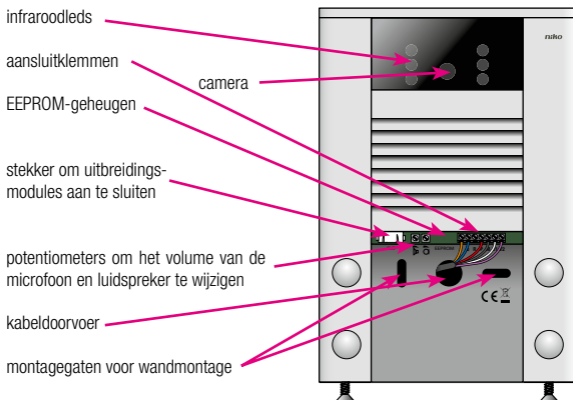

Fig. 2: aansluitklemmen en montagegaten zichtbaar maken
3. Schuif de naamplaat naar onder, zodat de aansluitklemmen zichtbaar worden (fig. 2).
Om de videobuitenpost uit te breiden met meer bedrukknoppen, sluit je één of meerdere uitbreidingsmodules aan op de videobuitenpost. Niko raadt aan om uitbreidingsmodules te nemen die even groot zijn als de videobuitenpost (zie hoofdstuk 6). De uitbreidingsmodules sluit je aan op de videobuitenpost door de verbindingkabel van de uitbreidingsmodule aan te sluiten op de daarvoor voorziene stekker op de videobuitenpost (fig. 2 en 4).